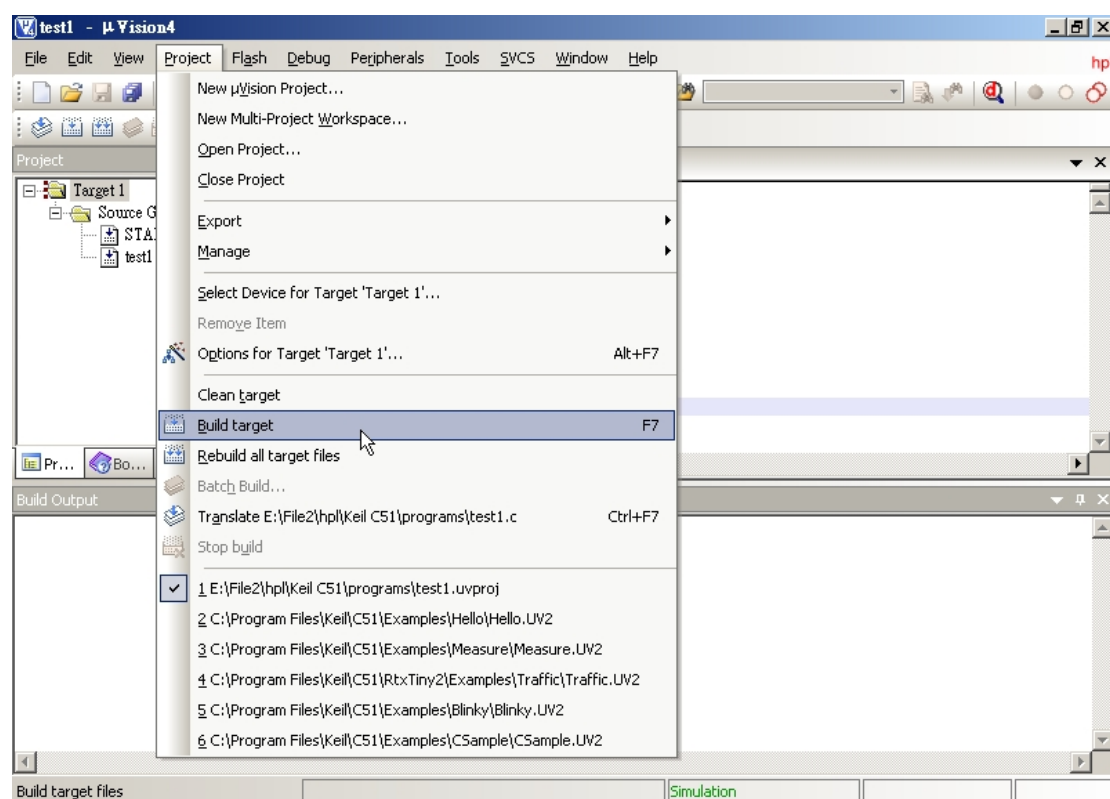

图 1-17 编译项目
(7) 完成基本的选项设定后，下面就剩下编译执行了。先来看这三个按钮 ，这三个都是编译按钮。按钮是用于编译目前工作区的档案但不做连结(Link)，按钮是用于编译整个项目文件并连结，如果之前编译过一次之后档案没有做任何编辑的话，这个时候再点击是不会再次重新编译的。按钮是重新编译整个项目文件并连结，每点击一次均会再次编译连结一次，不管程序是否有改变。是停止编译按钮，只有点击了前三个中的任一个，停止按钮才会生效。或是从选单 Project 中，也可执行编译，在此按下“Build target”或 F7 快捷键，如图 1-17 所示。